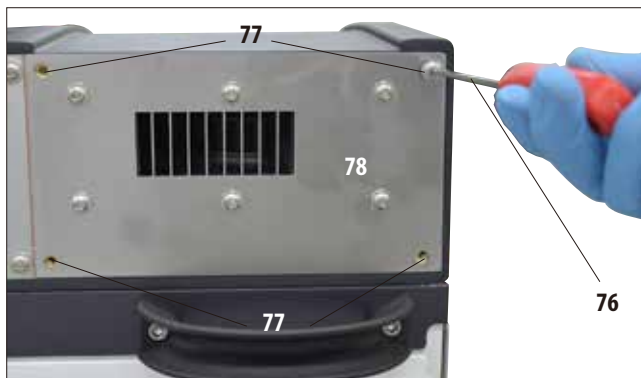

Fig. 22
- Mediante una llave de tubo Allen del n.º 3 (76), soltar los cuatro tornillos de cabeza con hexágono interior (77) de la pared trasera del equipo y sacar dichos tornillos (fig. 22).
- Primero, enroscar los cuatro tornillos (77) dejándolos un poco sueltos y, después, fijarlos con la llave de tubo Allen del n.º 3 (76) en diagonal con un par de torsión de 0,5 Nm (fig. 22 y 23). Durante este paso, tener cuidado de que la placa del ventilador y el acoplador queden al ras entre sí.